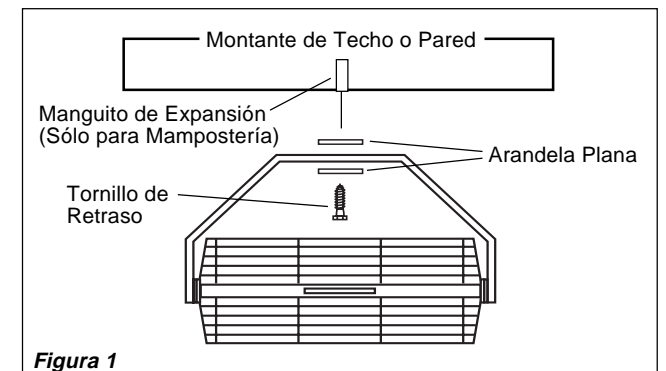

Figura 1
1. **ESTRUCTURAS DE MADERA:** Localice el montante de pared o techo más cercano a la ubicación deseada para el Ventilador. Una el Ventilador al montante, usando uno Tornillo de Retraso de 5/16" de diámetro x 2" de longitud (No Proporcionados). **(Figura 1)**
3. **ESTRUCTURAS DE MAMPOSTERÍA:** Fijar el Ventilador con un Tornillo Tipo Tirafondo de 3/8", con Maguito de Expansión de longitud adecuada (No Suministrado). **(Figura 1)**